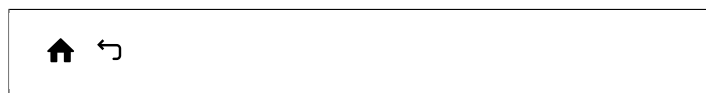

Fig 15: DÉBUT et RETOUR
- **Verrou touches**: Cette fonction permet de programmer le verrouillage automatique du panneau de commande (le panneau se verrouille au bout d'un délai prédéfini, et se déverrouille si l'on appuie sur **DÉBUT** et **RETOUR** simultanément (cf. **Fig 15**, page 8)), ou le verrouillage au moyen d'un code (pour pouvoir lancer une commande, il est nécessaire d'entrer préalablement le bon code), ou encore un changement de code de verrouillage. Il convient également de préciser le délai au bout duquel le verrouillage par code devra s'activer. Pour plus d'informations, voir la rubrique **Le paragraphe Verrouillage du panneau de commande**, page 8.